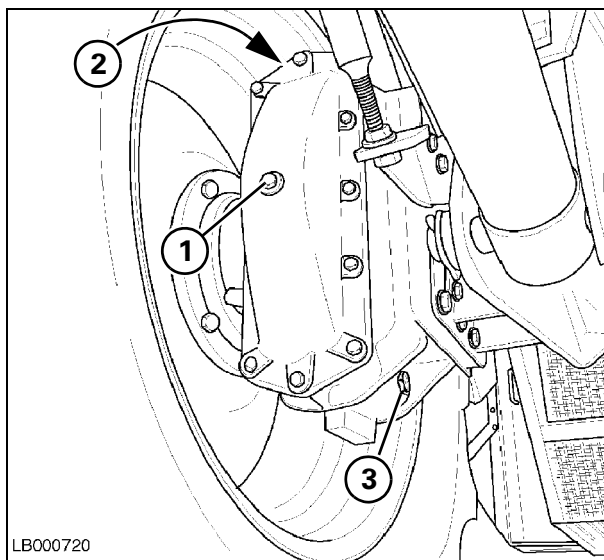

Рис. 63
60.)- Картеры конечного привода Рис. 63